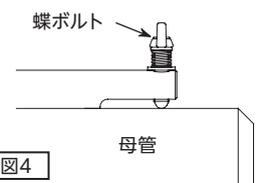

図4
**4** 蝶ボルト(3箇所)を母管に当たるまで締め込む。(図4)